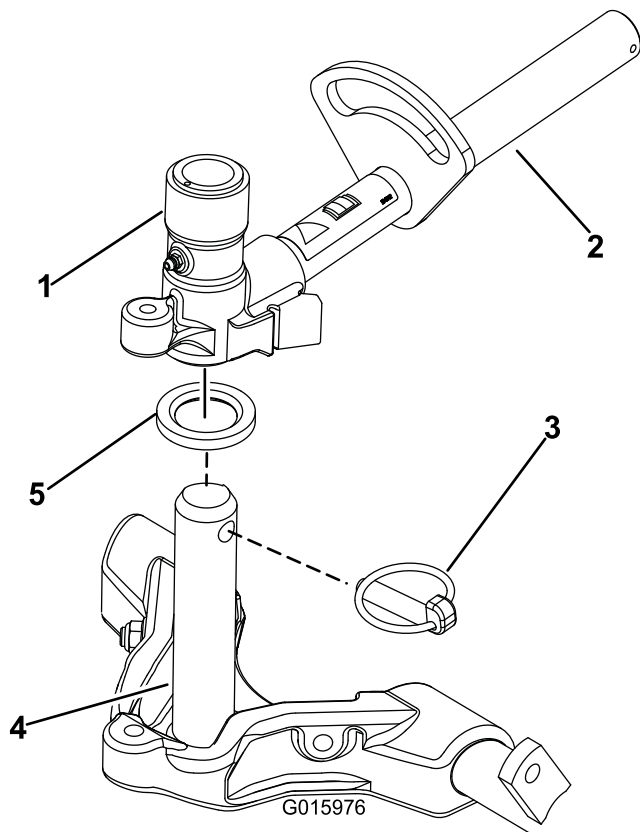

図 16
9. キャリアフレームのシャフトにきれいなグリスを塗る 図 16。
10. フロントに取り付けるカッティングユニットは、昇降アームの下に入れるときにキャリアフレームのシャフトを昇降アームのピボットヨークに挿入する 図 16。スラストワッシャがキャリアフレームのシャフトの所定位置にあることを確認すること。
11. リンチピンを使って、キャリアフレームシャフトを昇降アームのヨークに固定する 図 16。
- B. 昇降アームのヨークをキャリアフレームのシャフトに通す 図 16。